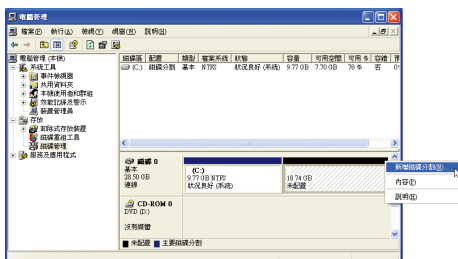

图6
- 如果在安装操作系统时，未做好磁盘分割的规划配置，您也可以在「磁盘管理」中，对除了操作系统磁盘外的磁盘分割区进行再次分割配置(图6、7)，但「磁盘管理」中，若显示只有该操作系统磁盘一个磁盘分割区，则无法进行磁盘空间再次分割配置，也无法进行Xpress Recovery2，此时请重新安装操作系统及规划分割硬盘。